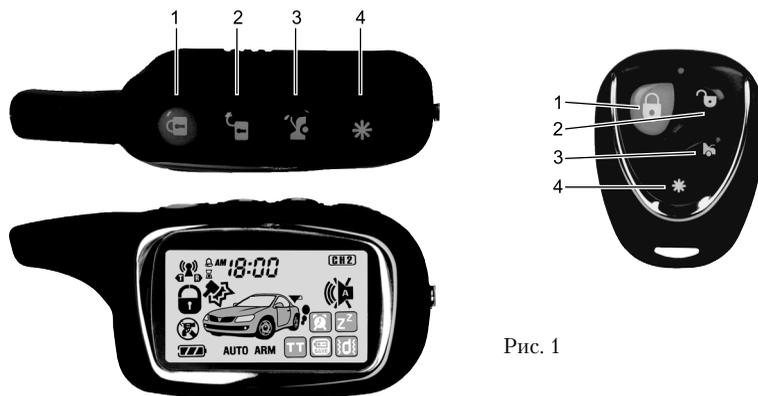

Рис. 1
- Нажмите и удерживайте кнопку 1 (см. рис. 1) первого передатчика, до тех пор, пока Вы не услышите длинный сигнал сирены, подтверждающий, что программирование первого передатчика закончено (каналы передатчика будут запрограммированы автоматически). При этом СИД начнет редко мигать.
- Нажмите и удерживайте кнопку 1 (см. рис. 1) второго передатчика, до тех пор, пока Вы не услышите длинный сигнал сирены, подтверждающий, что программирование второго передатчика закончено. При этом СИД начнет редко мигать.
- Нажмите кнопку 1 (см. рис. 1) первого брелока-передатчика. Система подтвердит запись нового кода брелока в память звуковым сигналом;
- Нажмите кнопку 1 (см. рис. 1) второго брелока-передатчика. Система подтвердит запись нового кода брелока в память звуковым сигналом;
| Включение/ выключение блокировки кнопок брелока двухсторонней связи |  |  | Нажать и удерживать кнопки 4 и 1 более 2 сек (см. рис. 1). Мелодия включения блокировки, мелодия выключения блокировки. |
| Постановка на охрану |  |  | Нажать и отпустить кнопку 1 (см. рис. 1). 1. Габаритные огни автомобиля мигнут 1 раз. 2. Сирена подаст один короткий звуковой сигнал подтверждения. 3. Светодиодный индикатор на антенном модуле начнет медленно мигать. |
| Снятие с охраны |  |  | Нажать и отпустить кнопку 2 (см. рис. 1). 1. Светодиодный индикатор погаснет. 2. Габаритные огни автомобиля мигнут 2 раза. 3. Сирена подаст два коротких звуковых сигнала подтверждения. Примечание. Если включена функция F10 — автоматическая перепостановка на охрану, то при снятии системы с охраны светодиодный индикатор начнет быстро мигать, указывая на то, что если в течение 20 сек не будет открыта ни одна из дверей, система включит режим охраны. Если в течение 20 сек будет открыта хотя бы одна дверь, светодиодный индикатор погаснет и режим постановки системы на охрану будет отменен. Если включена функция F8 — функция пассивной постановки системы на охрану, а F10 выключена, то светодиодный индикатор погаснет. Система переходит в режим ожидания открытия/закрытия любой из дверей. Если вы откроете, а затем закроете любую из дверей автомобиля, включится 30-секундный таймер автоматической постановки системы на охрану. Светодиодный индикатор начнет быстро мигать. Примечание. Попытка снять систему с охраны после того, как система сработала (включилась сирена сигнализации), приведет только к отключению звуковой сигнализации. Система не будет снята с охраны. Для того чтобы снять систему с охраны, необходимо еще раз нажать кнопку снятия с охраны на брелоке-передатчике, когда система не подает звуковую сигнализацию. |
| Беззвучная постановка на охрану на один цикл |  |  | Нажать и удерживать кнопку 1 более 2 сек (см. рис. 1). Система встанет в режим охраны без подачи звукового сигнала. |
| Беззвучное снятие с охраны на один цикл |  |  | Нажать и удерживать кнопку 2 более 2 сек (см. рис. 1). Система выключит режим охраны без подачи звукового сигнала. |
| Закреть/ открыть двери в режиме «Valet» или при ВКЛ. зажигания |  или  |  или  | Нажать и отпустить кнопки 1 или 2 (см. рис. 1). Если имеется дополнительная цепь запираения/отпираения замков дверей, то двери автомобиля будут заблокированы/разблокированы. |
| Паника (включение/выключение) | Дважды  +  | Дважды  +  | Два кратковременных одновременных нажатия на кнопки 1+2 в течение 2 сек в режиме охраны (см. рис. 1). Это приведет к немедленному включению sireны системы и миганию габаритных огней. Для отключения sireны еще раз кратковременно одновременно нажмите кнопки 1+2 (см. рис. 1) на вашем брелоке-передатчике. Если вы не отключите режим «Паника», система выключится автоматически через 30 сек. Примечание. В режиме «Паника» будут работать все обычные функции брелока-передатчика. |
| Управление каналом 2 (CH2) Две вспышки и мелодия после отпускания кнопки, а сирена даст короткий звуковой сигнал |  |  | Нажать и удерживать кнопку 3 более 2 сек (см. рис. 1). Индикатор CH2 кратковременно отобразится на LCD-дисплее. Выход канала CH2 — слаботочный выход с максимальным током до 300 мА. Примечание. Если выход канала CH2 был активирован в то время, когда система находилась в режиме охраны, то система одновременно отключит датчик удара и триггер багажника. После того как багажник будет закрыт, система опять автоматически возьмет эту цепь под охрану и включит датчик удара. |
| Экстренное отключение режима «Турботаймер» | Дважды  | Дважды  | Два коротких нажатия на кнопку 3 в течение 2 сек (см. рис. 1). Сброс активного состояния турботаймера при помощи передатчика. 1. Выньте ключ из замка зажигания автомобиля. 2. В течение 1 сек дважды нажмите на кнопку 3. 3. Система должна подтвердить выполнение команды одним коротким звуковым сигналом брелока-пейджера и сбросить канал турботаймера. |
| Постановка на охрану с выключенными зонами предупредительного срабатывания обоих датчиков на один цикл |   |   | Кратковременно нажать кнопку 1 и в течение 2 сек нажать кнопку 3 (см. рис. 1). Система выключает звуковой сигнал при срабатывании зоны предупреждения датчика удара в режиме охраны |